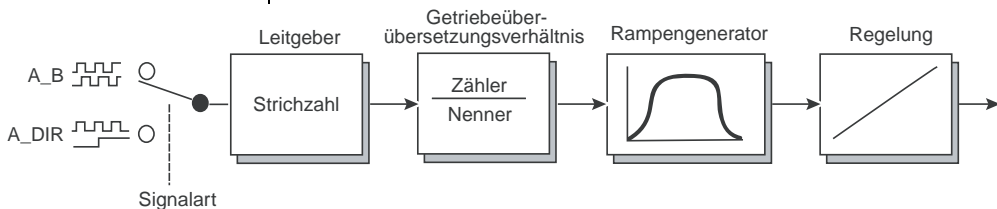

Bild 6.24 Struktur der Sollwertaufbereitung bei Leitgeber als Drehzahl-Sollwertquelle
Für die Drehzahlregelung mit Leitgeber-Sollwertquelle steht keine voreingestellte Lösung zur Verfügung. Wählen Sie daher eine voreingestellte Lösung, die in jedem Fall ihrem gewünschten Steuerort (z. B. Klemme oder Feldbus) entspricht. Anschließend wählen sie in der Funktionsmaske „Sollwert/Rampen - Weitere Einstellungen“ statt der vorgegebenen Sollwertquelle die Einstellung „RDIG (4)“ aus. Das Bild 6.24 zeigt dann die Struktur der gewählten Sollwertaufbereitung.